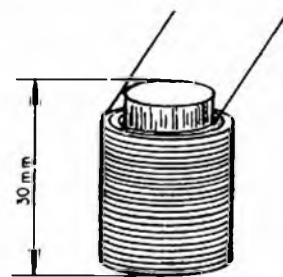

Figura 15
e vinte e oito (328) espiras de fio # 20 AWG, esmaltado sobre um cabo de vassoura de 3 cm. de comprimento, que ao mesmo tempo que nos serviu de fôrma, serviu também para manter a rigidez da mesma, podendo, o leitor optar pela sua retirada ou não do interior da bobina. (figura 15). Tome cuidado para não deixar espaços muito grandes entre as espiras e nem descascar o esmalte dos fios. Depois da bobina enrolada coloque fita crepe ou isolante à sua volta para evitar que se desmanche. Lembre-se que o fio usado é do tipo esmaltado e para efetuar-se a soldagem é preciso raspá-lo.